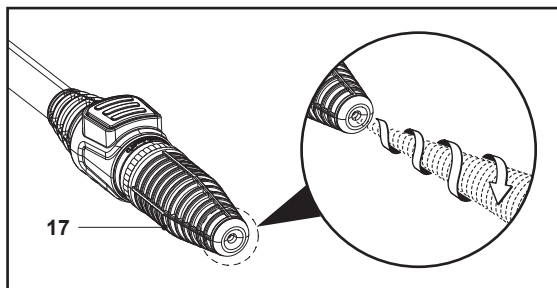

Fig. 10
La boquilla turbo (17) gira a medida que pulveriza chorros de agua a alta presión para un lavado eficaz (Fig. 10).